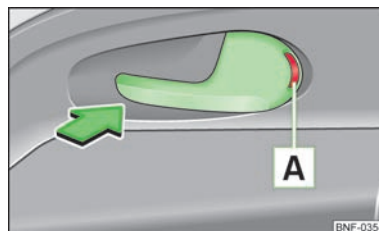

Fig. 11
- Appuyez sur la manette d'ouverture de portière dans le sens de la flèche de façon à faire apparaître le marquage rouge **A** » fig. 11.
- Ouvrez la portière en tirant une fois sur la manette d'ouverture de portière dans le sens inverse de la flèche » fig. 11.